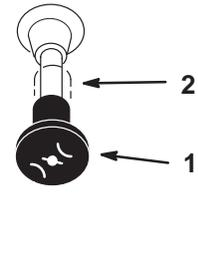

Figure 15
4. Placez la manette de starter en position **En service** pour démarrer à froid (Fig. 15).
7. Lorsque le moteur a démarré, amenez progressivement la manette de starter en position **hors service** (Fig. 15). Si le moteur cale ou hésite, ramenez la manette de starter à la position **en service** pendant quelques secondes. Réglez ensuite la manette d'accélérateur à la position voulue. Répétez l'opération si nécessaire.